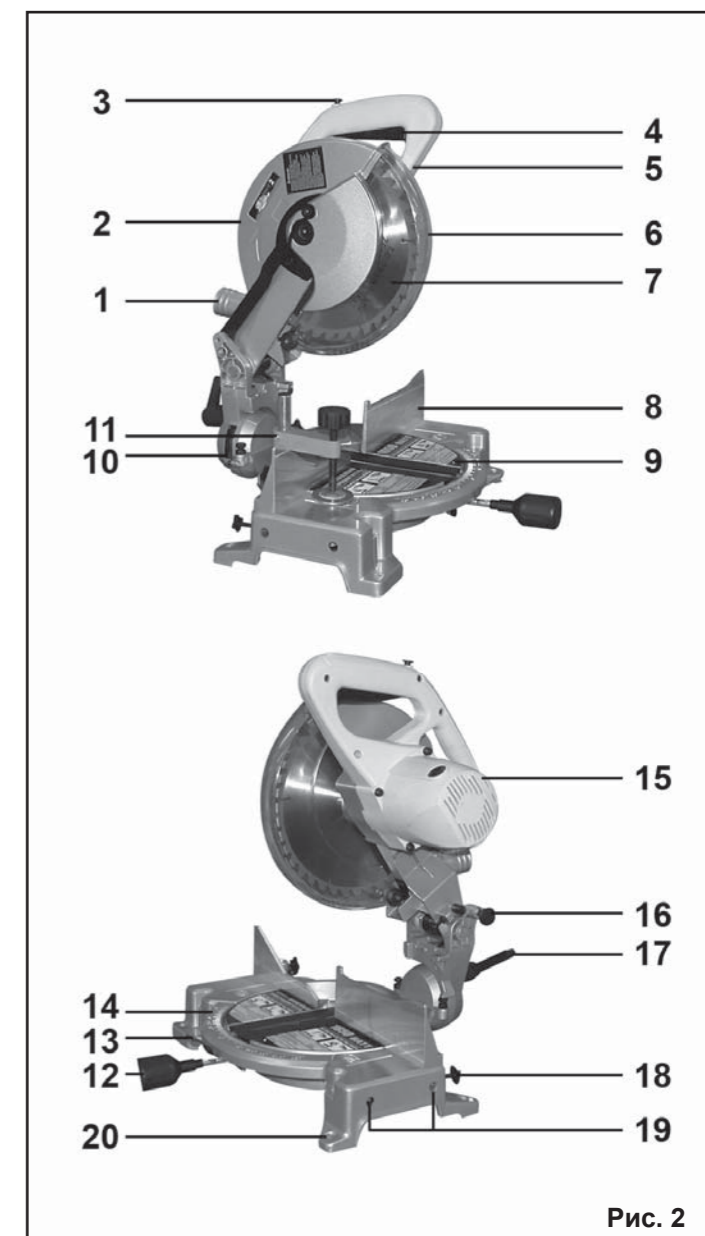
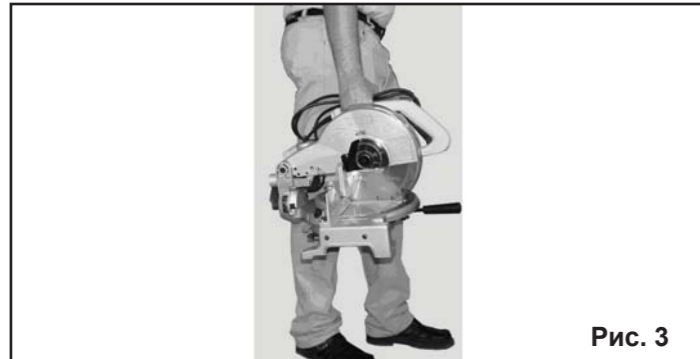

Рис. 2
Рис. 3
### 8.1. Транспортировка пилы (Рис. 3)
При переносе пилы полностью опустите рукоятку пилы (5), Рис.2, и зафиксируйте ее в нижнем положении с помощью стопорной шпильки (16), Рис.2.
Закрепите поворотный стол (9) с помощью ручки фиксации поворотного стола (12), Рис.2. Для удобства переносите пилу, держа за ручку для переноски, Рис.3.
Нажмите на рукоятку пилы (5), Рис.2, и освободите стопорную шпильку (16), Рис.2, находящуюся с задней стороны пилы.
Ослабьте ручку фиксации поворотного стола (12) на 1 оборот и нажмите на стопор поворотного стола (13), Рис.2. Вращайте стол влево до фиксации плунжера в упоре, соответствующем 0°. Зафиксируйте положение ручкой фиксации поворотного стола (12), Рис.2.
Рекомендуем закрепить пилу болтами на ровной и устойчивой поверхности верстака. Для этой цели в основании пилы выполнены четыре отверстия (20), Рис. 2. Это повысит безопасность работы и предотвратит опрокидывание пилы.